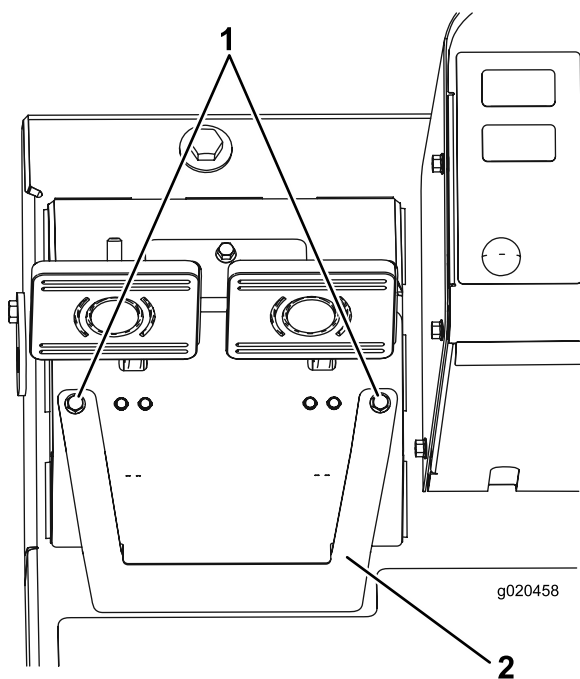

Figura 98
- A. Desaperte os 2 parafusos de montagem e retire a cobertura de ajuste do travão (Figura 98).